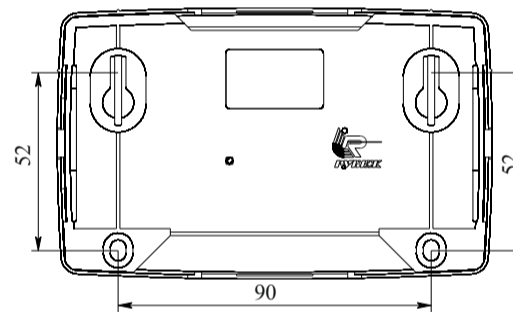

Рисунок 2
- смонтировать МС-КП на DIN-рейку или на стену, используя отверстия в основании (Рисунок 2);